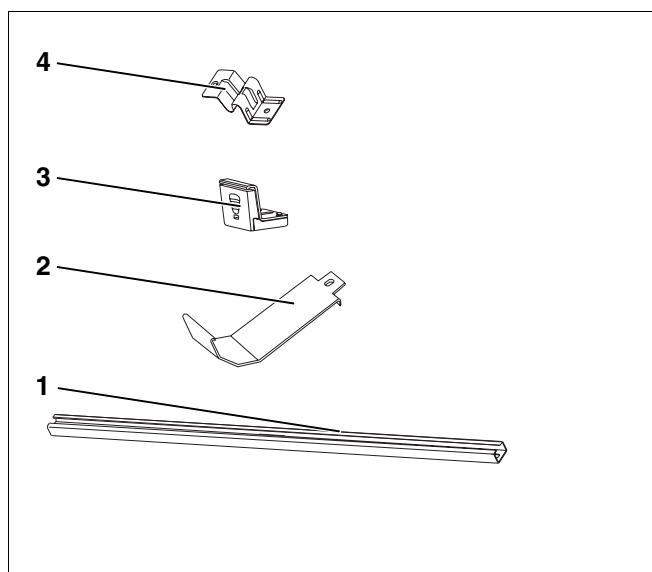

Fig. 2 Conjunto básico
4.2.1 Conjunto básico (por campo de colector, para o primeiro colector) – Fig. 2